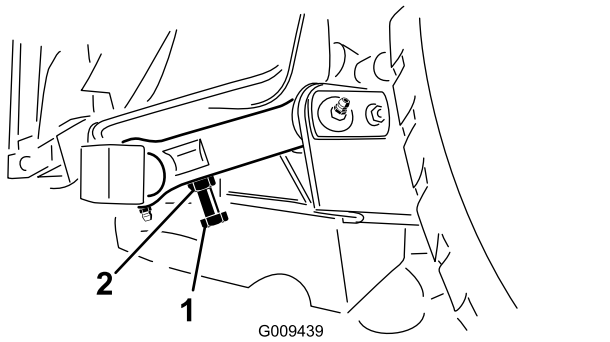

Bild 27
3. Sie können den Abstand mit der Einstellschraube am hinteren Gelenkverbindungsteil des Mähwerks einstellen (Bild 27).